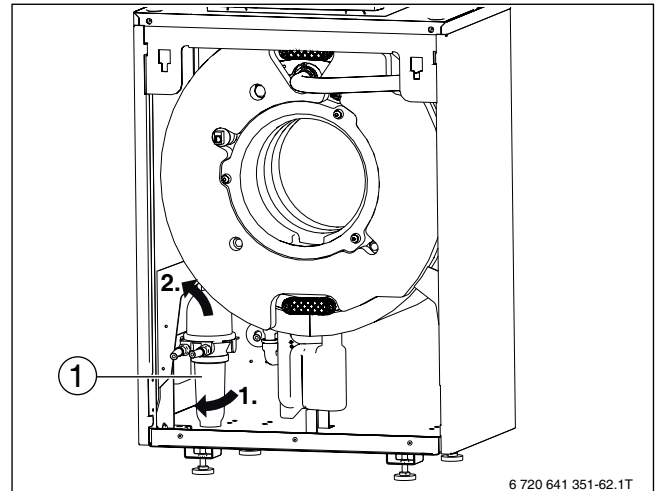

Bild 92 Ölfilter demontieren
- Ölfilter (→ Bild 92, [1]) leicht nach vorne drehen.